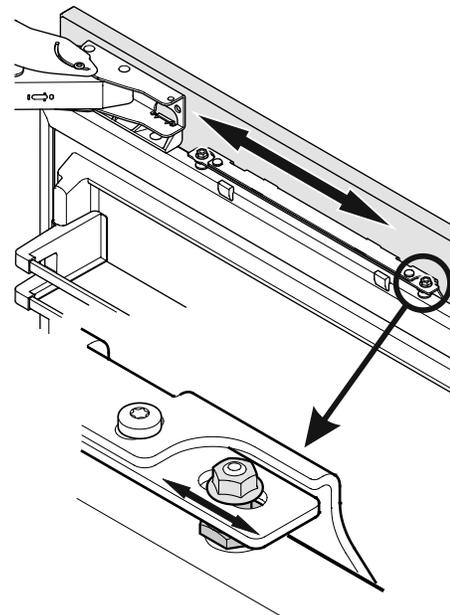

Figure 33
6. Aligner le panneau horizontalement (via les trous oblongs dans la baguette de fixation) (**Figure 33**).